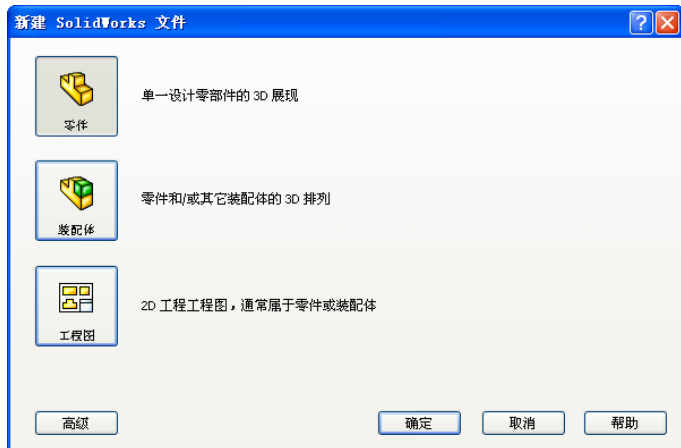

图 8-111 “新建 SolidWorks 文件”对话框
① 启动软件。选择菜单栏中的“开始”→“所有程序”→“SolidWorks 2010”命令，或者单击桌面图标，启动 SolidWorks 2010。
② 创建零件文件。选择菜单栏中的“文件”→“新建”命令，或者单击“标准”工具栏中的“新建”按钮，此时系统弹出如图 8-111 所示的“新建 SolidWorks 文件”对话框，在其中选择“零件”图标，然后单击“确定”按钮，创建一个新的零件文件。